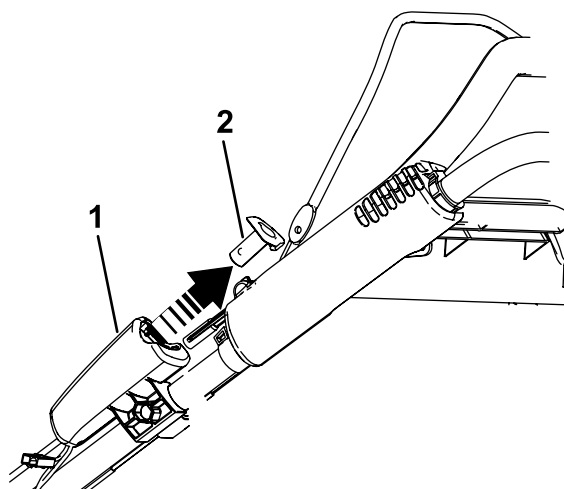

Figure 24
1. Retirez le bouton de démarrage électrique, comme montré à la Figure 24 (modèle à démarrage électrique seulement).